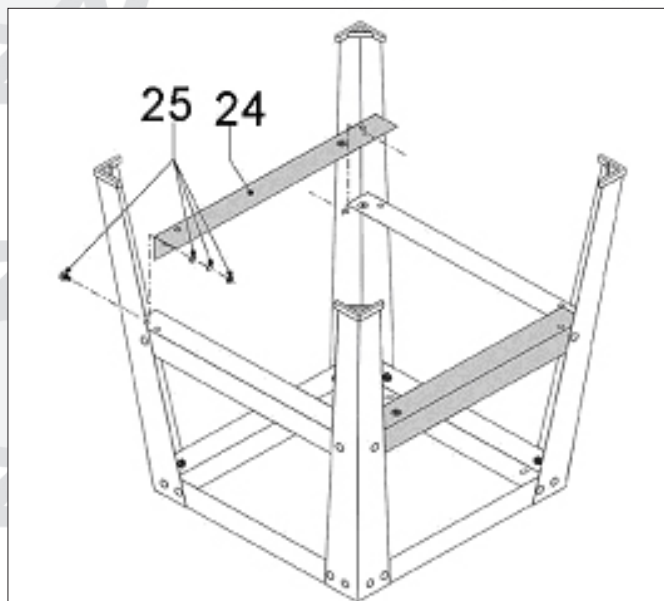

Fig. 4
Placera ett långt tvärstag (24) mellan två ben så att skruvhålen hamnar mitt för varandra. Skruva fast tvärstaget på benen med skruvar, fjäderbrickor och muttrar (25) men dra ej åt för hårt. Upprepa denna procedur med det andra långa tvärstaget enligt vad som visas i Fig. 4.